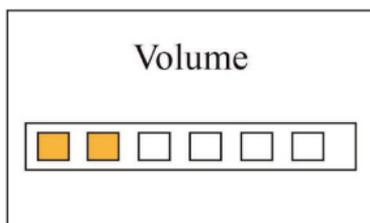

Figura 4.10B Configuración de Volumen
- Volumen: Para ajustar el volumen del sonido (incluido el sonido de alerta, el sonido beep del pulso y el sonido clic de la tecla), hay 6 niveles de volumen de sonido opcionales, el valor predeterminado de fábrica es de nivel 3, como se muestra en la Figura 4.10B.